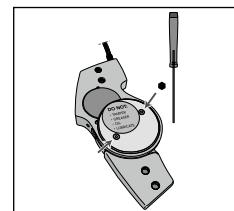

Fig. 4
2. Använd den medföljande insekskrummejseln för att lossa de två skruvarna på den mediala (rostfria) täckplattan och ta bort den (**se fig. 4**).